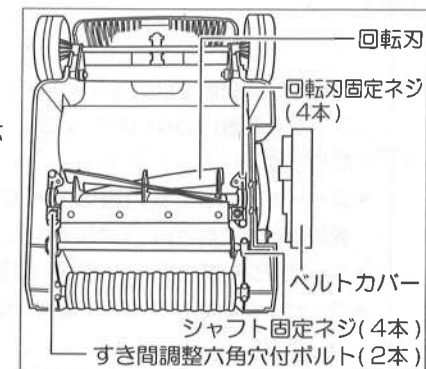

図13
- 使用中に、ベルトカバー内に芝が入ることがあります。使用後はカバーを取り外して清掃してください。(8ページ①はすしかた参照)
- ベルトカバーを取りはずしてください。(8ページ①はすしかた参照)
- すき間調整六角穴付ボルト2本を、付属の六角レンチで取りはずしてください。(図13参照)
■回転刃の取りはずし(図13・14参照)
■固定刃の交換(図13参照)